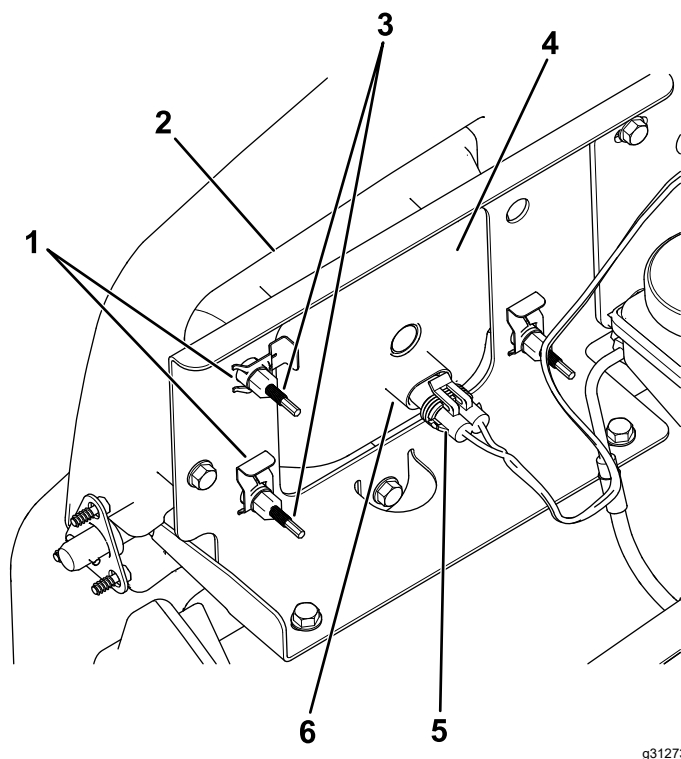

Figura 48
3. Desligue o conector elétrico para a cablagem do conector do conjunto da lâmpada (Figura 48).
- Retire os cliques rápidos que fixam o farol ao respetivo suporte (Figura 48).
- Retire o conjunto do farol movendo-o para a frente através da abertura no pára-choques dianteiro (Figura 48).
- Instale o novo farol através da abertura no pára-choques (Figura 48).
- Ligue o conector elétrico para a cablagem ao conector do conjunto da lâmpada (Figura 48).
- Na parte traseira do conjunto de faróis, rode os parafusos de ajuste (Figura 48) para inclinar o conjunto dos faróis e alinhar a posição do feixe.